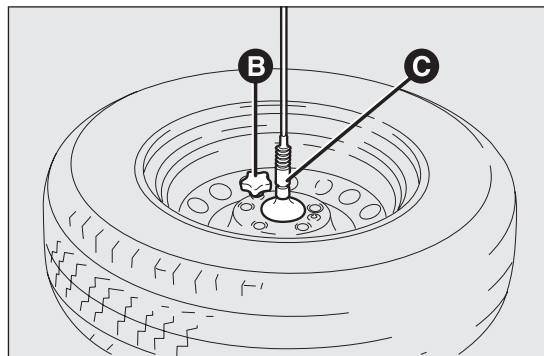

fig. 128
- retirar el capuchón B fig. 128 y desenganchar el cable de retención, a continuación, soltar la rueda del soporte dentado C aflojando los 2 tornillos;